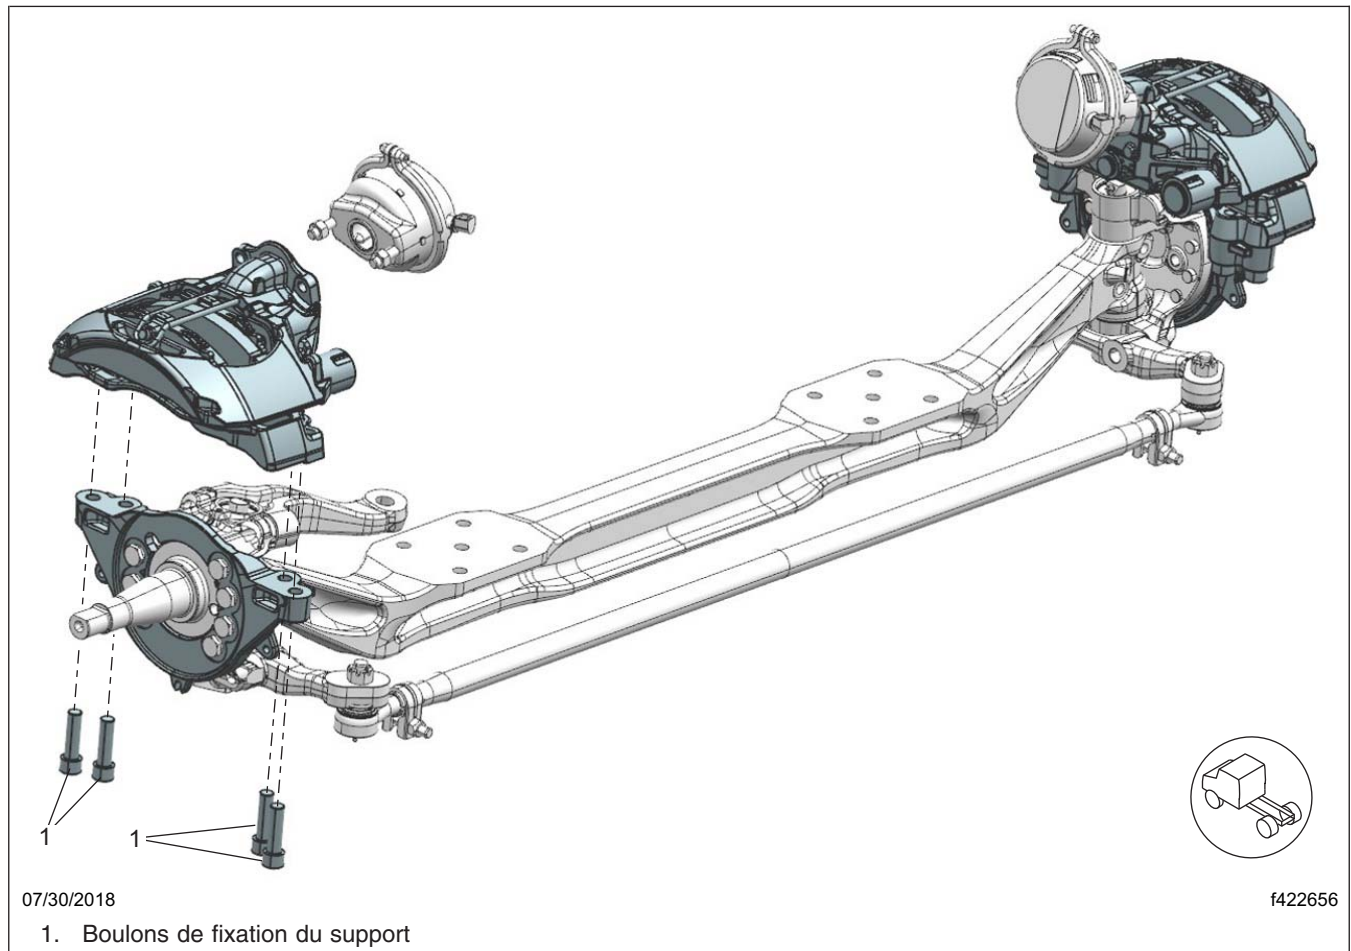
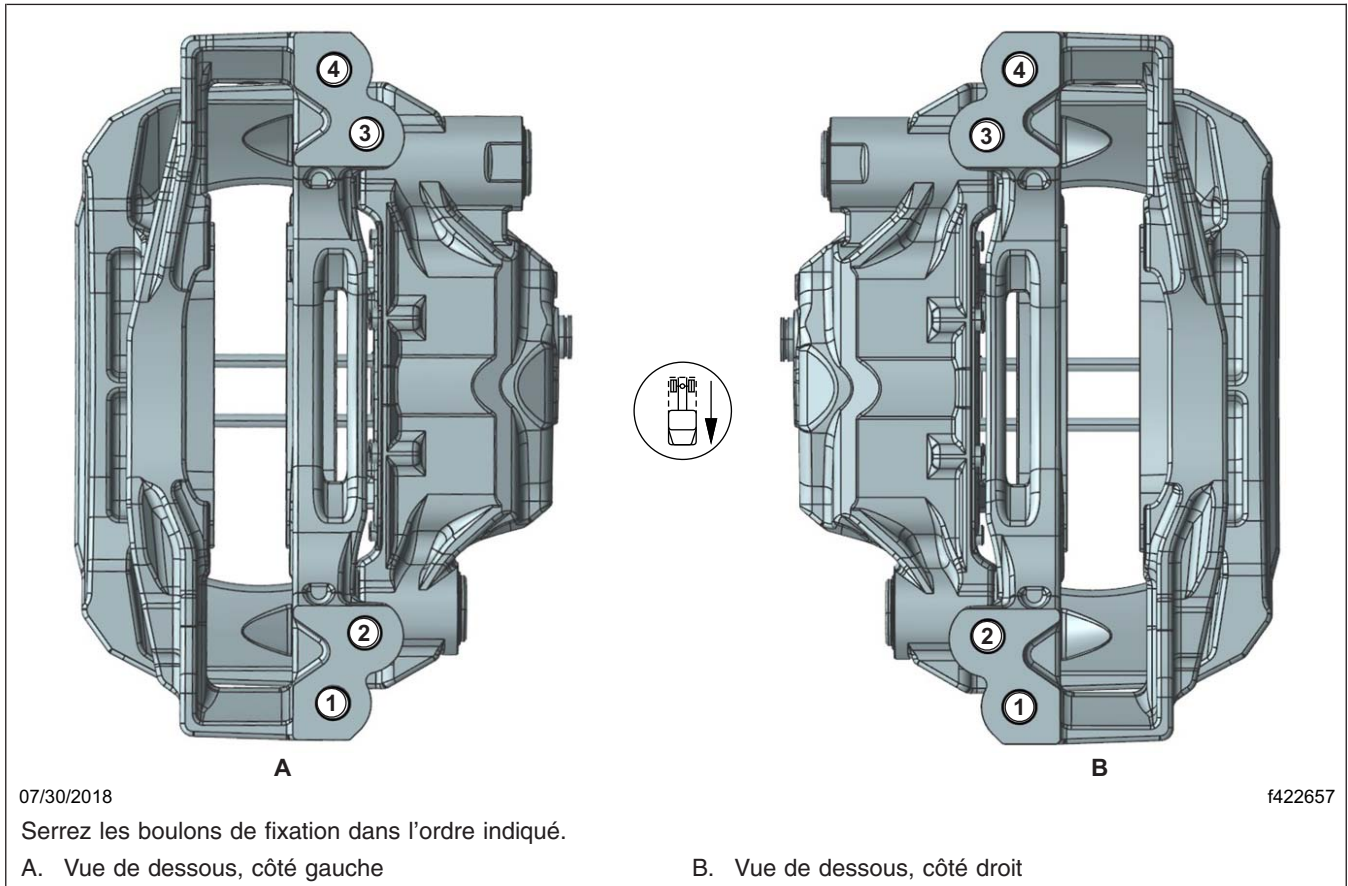

Fig. 8, Étriers Wabco Maxxus à montage radial
Fig. 9, Ordre de serrage des étriers Wabco Maxxus à montage radial
9. Alignez chaque ensemble étrier/support avec le rotor en repoussant le côté tige fixe de l'étrier contre le rebord de la plaque de couple, puis installez l'ensemble étrier/support en utilisant les boulons de fixation de l'étrier neufs. Reportez-vous à la figure 8 et la figure 9.
10. Serrez les boulons de fixation du support en deux étapes, en appliquant l'ordre de serrage indiqué sur la **figure 9**.